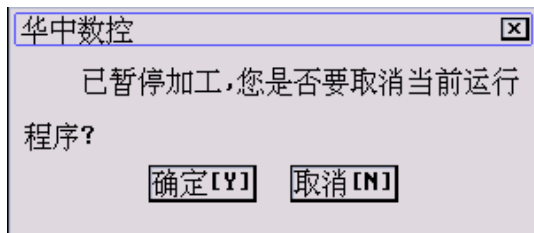

图 6.3.1 程序运行过程中停止运行
- (1) 在程序运行子菜单下，按 F7 键，弹出如图 6.3.1 所示对话框；
- (1) 在程序运行子菜单下，按 **F7** 键，弹出如图 6.3.1 所示对话框；
- (2) 按 **Y** 键则中止程序运行，并卸载当前运行程序的模态信息（中止运行后，可按 6.3.5 节所述的方法从程序头重新启动运行）。
- (2) 按 **N** 键暂停程序运行，但不取消当前运行程序；